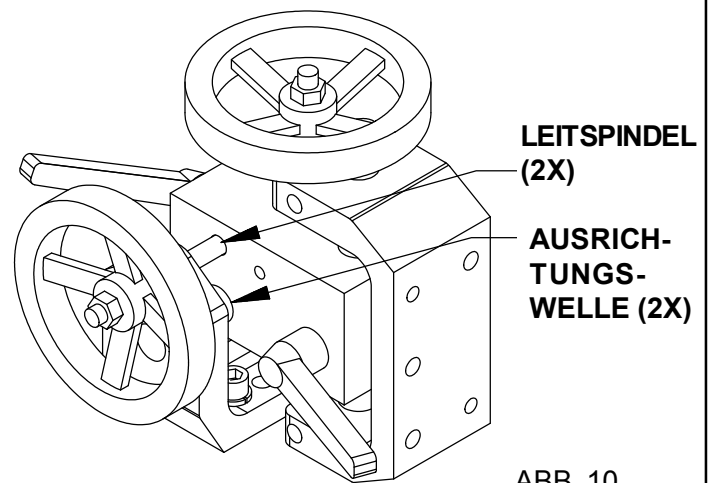

ABB. 10
6. Wischen Sie alle sechs Monate die vertikalen und horizontalen Ausrichtungswellen und Leitspindeln ab und schmieren Sie sie danach wieder mit Never-Seez. Siehe ABB. 10.